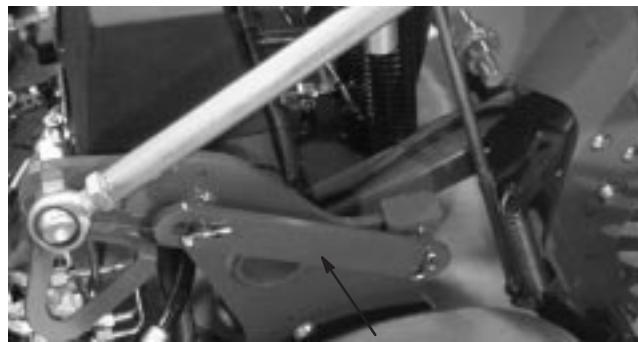

Figure 21
2. Retirez l'anneau qui fixe le verrou de service en position de remisage (Fig. 21).